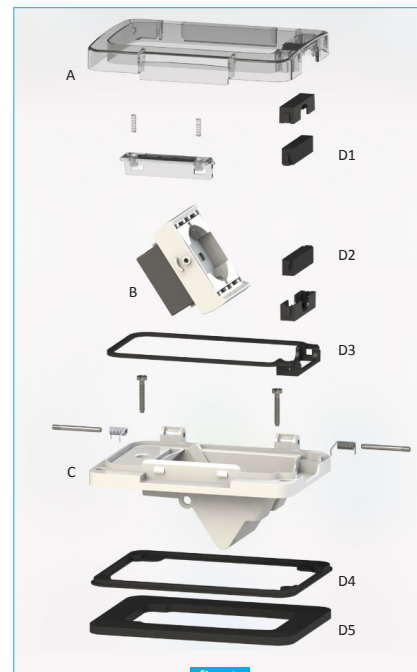

fig. 1
WIDE è costituita da un telaio (fig. 1-C), un supporto basculante (fig. 1-B), adatto ad accogliere sia spine con cavo assiale che spine con cavo a 90°, un coperchio (fig. 1-A), e diverse guarnizioni di chiusura. (fig. 1-D1,D2,D3,D4,D5)
WIDE is made up of a chassis (fig. 1-C), a tilting support (fig. 1-B), suitable for either plugs with axial cables and plugs with 90° cables, a cover (fig. 1-A) and various sealing gaskets. (fig. 1-D1,D2,D3,D4,D5)
- Il grado di protezione dipende anche dalla buona conservazione della guarnizione siliconica di ritenuta del cavo (fig. 1-D1,D2). Pertanto verificare periodicamente lo stato della suddetta guarnizione. In caso di deterioramento, ed in ogni caso ogni 2 anni, sostituire la guarnizione stessa con ricambio originale 4BOX (Cod. 4B.W.RU).
- The protection degree also depends on the proper maintenance of the silicon holding cable gaskets. (fig. 1-D1,D2). In case of deterioration, or every 2 years, substitute the gaskets with an original 4BOX replacement (code 4B.W.RU)
- Prima di installare WIDE con la scatola rimuovere la guarnizione (fig. 1-D5) che va utilizzata solo per installazioni con scatole da incasso.
- Rimuovere la guarnizione (fig. 1-D5) dal telaio, che va utilizzata solo per le installazioni con scatole da incasso
- Before installing WIDE with the embedding box, remove the gasket (Fig. 1-D5), which has to be used only with flush mounting boxes.
- Remove the gasket (Fig. 1-D5) from the chassis, which has to be used only with flush mounting boxes.